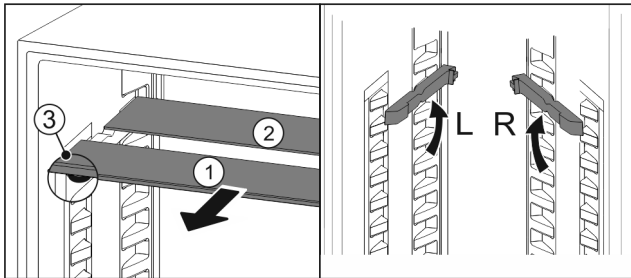

Fig. 97
- Sortir les tablettes par l'avant Fig. 97 (1).
- ▷ La tablette en verre Fig. 97 (1) avec bordure décorative est située à l'avant.
- ▷ Les butées Fig. 97 (3) sont orientées vers le bas.